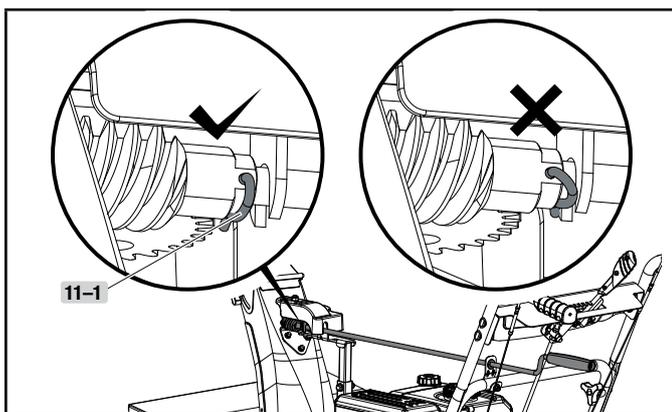

Figure 11B
3. Alignez le levier et le pignon, puis connectez la goupille R (11-1). (figure 11B)
Assurez-vous que la goupille R est positionnée comme indiqué à la figure 11B.